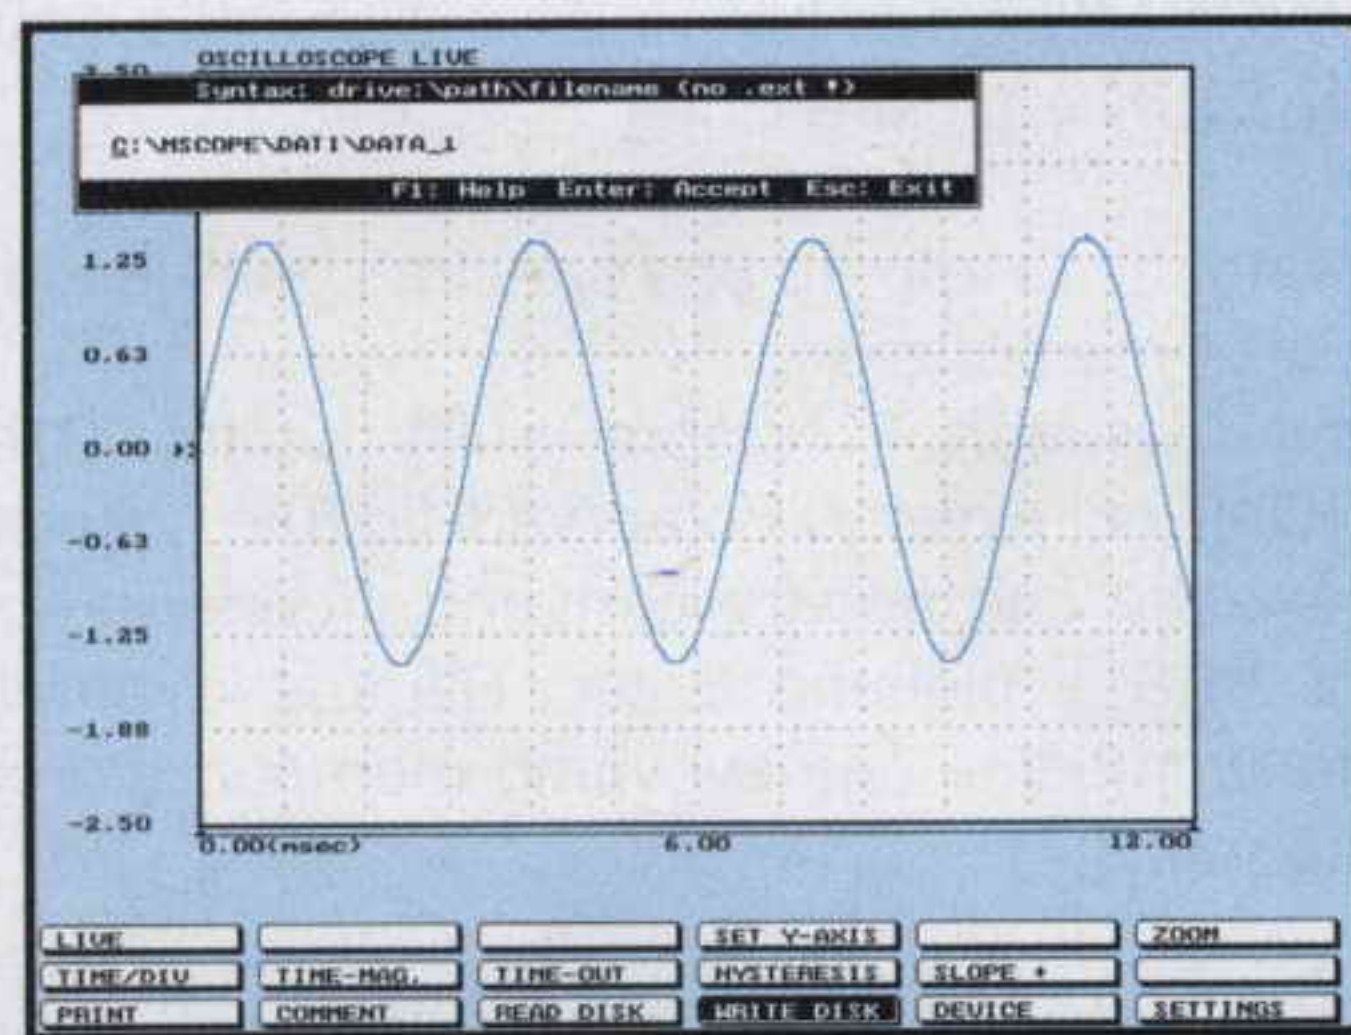

Fig.7 Per memorizzare una immagine portate il cursore su Write Disk e nella finestra in alto sostituite DATA-1 con il nome che volete dare al file.
In fig.7 potete vedere come sono disposte sullo stampato le piste **1 - 2 - 4 - 8 - C** dei commutatori. Se invertirete anche **uno solo** di questi fili il contasecondi non funzionerà.
– La forma d'onda si **congela** ed automaticamente in alto sul monitor appare questa scritta (vedi fig.7):
– Nella finestra in alto (vedi fig.7) modifichiamo la scritta **C:\MSCOPE\STAMPE\DATA-1** con il nome che vogliamo dare ai files da memorizzare su disco. In altre parole dobbiamo solo sostituire la parola posta a destra, cioè **DATA-1**, con un altro nome che non dovrà mai superare gli **8 caratteri**.